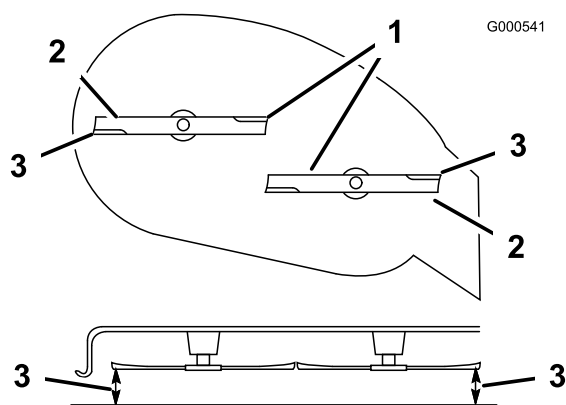

Figura 39
5. Fate ruotare con cautela la lama (o lame) da un lato all'altro (Figura 39).
6. Misurate la distanza tra i taglienti esterni e la superficie piana (Figura 39). Se entrambe le misure non rientrano nella tolleranza di 5 mm è necessario regolare; proseguite l'operazione.